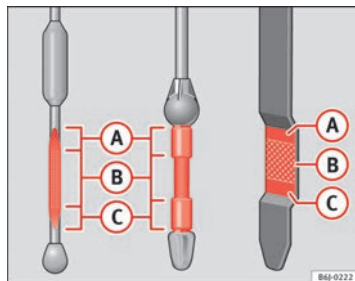

Fig. 133 Jauge d'huile moteur
- Puis retirez-la à nouveau et vérifiez le niveau d'huile ⇒ fig. 133. Faites l'appoint d'huile moteur si nécessaire. ►